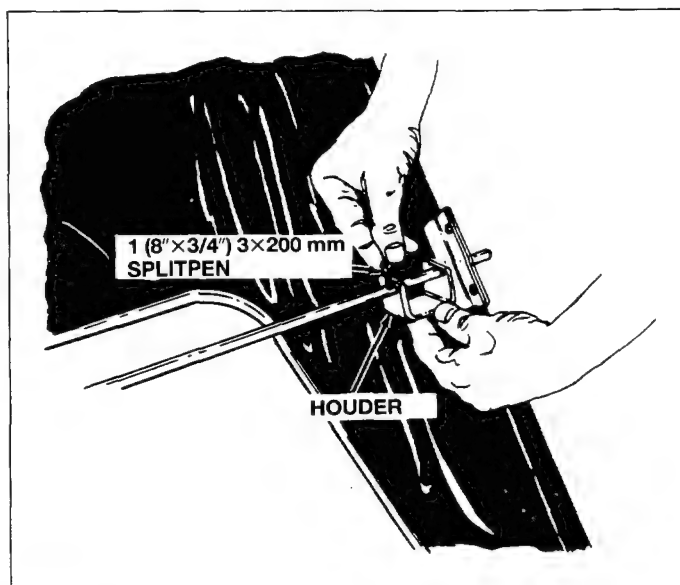

Fig. 24
14. Zet de houders aan beide zijden van de grascontainer vast met een splitpen 3×20 mm. Zie fig. 24.